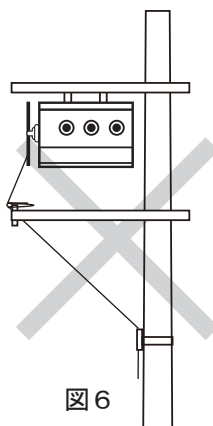

図6
- ④入切操作がスムーズにできない可能性がありますので、操作用ロープがジグザグになる場合は、ロープ支持金具は使用しないでください。(図6)